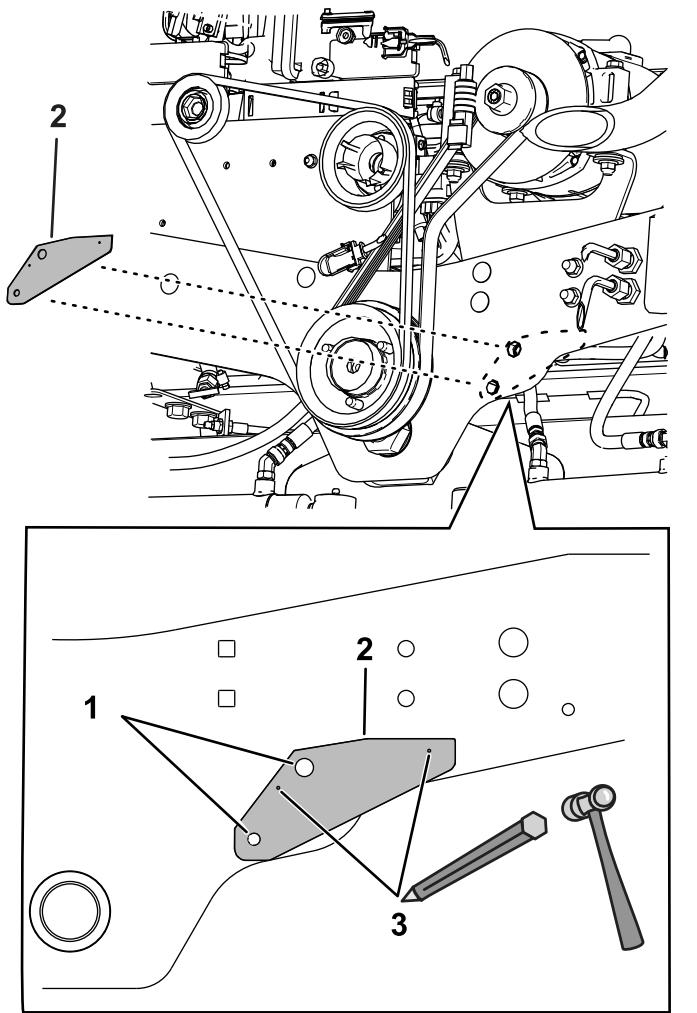

Figura 2
- Alinee la plantilla en el bastidor con los taladros con la etiqueta **1** en la Figura 2.
- Perfore la ubicación de los taladros con la etiqueta **3** en la Figura 2.